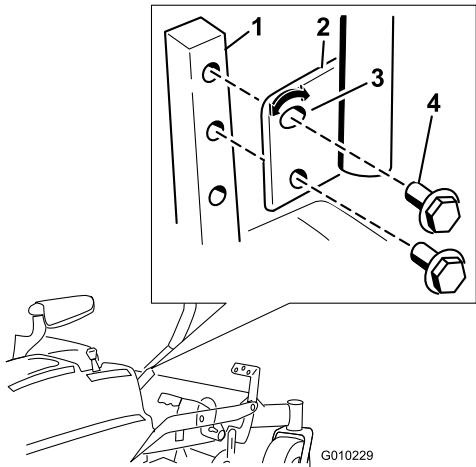

Figure 28
- Retirez les 2 boulons qui fixent le levier de commande à l'arbre du bras de commande (Figure 28).
- Placez le levier de commande dans les trous suivants. Fixez le levier avec les 2 boulons (Figure 28).
2. Desserrez le boulon inférieur jusqu'à ce qu'il soit possible de pivoter le levier de commande en avant ou en arrière (Figure 28). Serrez les deux boulons pour fixer la commande à sa nouvelle position.